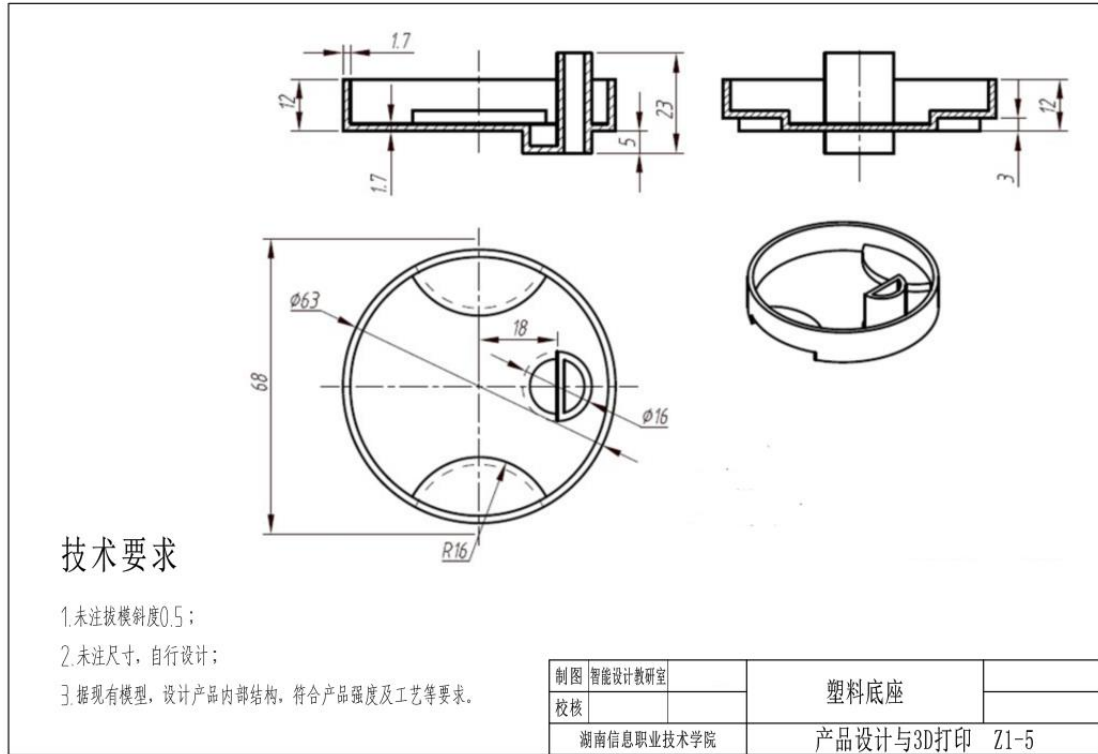

图 3-1-5 塑料底座零件图
按照图 3-1-5 的要求，对塑料底座零件进行产品造型、结构设计与 3D 打印。
2) 根据图 3-1-5 对塑料底座零件进行造型。设计产品内部结构，符合产品强度及工艺等要求。